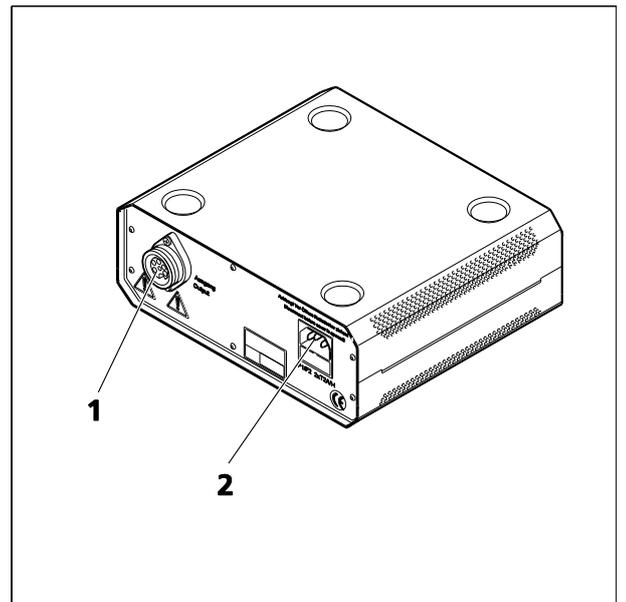

图 3-26 HBO 100 W 电源装置
- 将 HBO 100 照明器的多脚插头插入 HBO 100 W 变压器的电器插口（图 3-26/1），并使用固定环加以固定。
- 先将交流电源线插入 HBO 100 W 变压器的交流电源插口（图 3-26/2），再连接到电源插座。